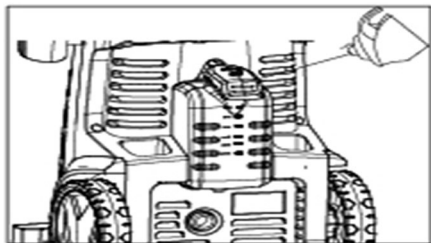

fig. 7
- Versez le détergent dans le récipient (Fig. 7). Réglez la lance de pulvérisation réglable en mode basse pression.